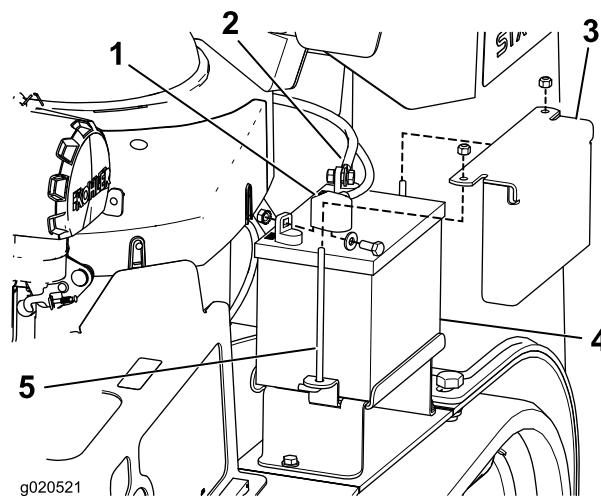

Bild 40
3. Nehmen Sie die Gummiabdeckung vom Minuskabel ab. Klemmen Sie zunächst das Minuskabel vom Minuspol (-) der Batterie ab (Bild 40).
4. Ziehen Sie die rote Polkappe vom (roten) Pluspol der Batterie ab. Ziehen Sie dann das (rote) Pluskabel ab (Bild 40).
5. Entfernen Sie die Befestigungsplatte, die J-Schrauben und die Sicherungsmuttern, mit denen die Batterie befestigt ist (Bild 40) und nehmen sie heraus.
1. Setzen Sie die Batterie in die Maschine (Bild 40).
3. Klemmen Sie zunächst das (rote) Pluskabel am Pluspol (+) der Batterie mit einer Mutter, Scheibe und Schraube an (Bild 40). Schieben Sie die Gummiabdeckung über den Batteriepole.
4. Klemmen Sie dann das Minuskabel und Erdkabel am Minuspol (-) der Batterie mit einer Mutter, Scheibe und Schraube an (Bild 40). Schieben Sie die Gummiabdeckung über den Batteriepole.